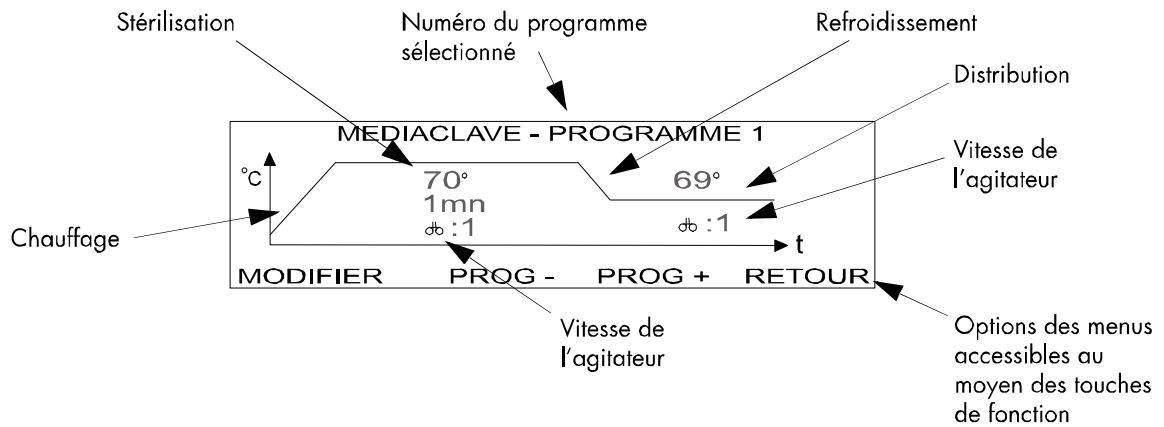

Figure 4.1: l'écran MEDIACLAVE PROGRAMME [1]
La figure 4.1 montre la manière de représenter le déroulement du cycle de stérilisation sur l'écran MEDIACLAVE PROGRAMME [#].
1. Actionner **MEDIACLAVE** dans l'affichage de démarrage (voir paragraphe 3.4.1). L'écran MEDIACLAVE PROGRAMME [#] apparaît (voir figure 4.1).